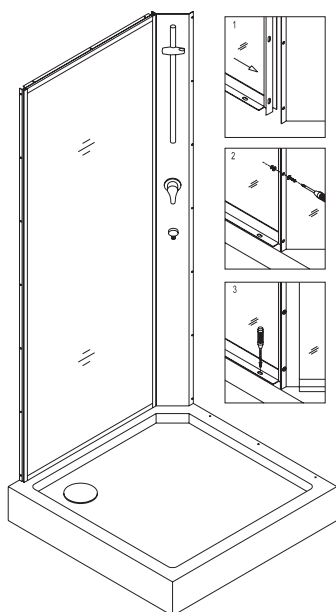

Рис. 3
3. Передвиньте душевой поддон **(14)**, возьмите функциональную угловую панель **(01)**, одну из боковых стеклянных панелей **(02)** и расположите их сверху душевого поддона. Постарайтесь установить боковую стеклянную панель так, чтобы отверстия в ее нижней части совпадали с отверстиями в пороге. Удерживая боковую стеклянную панель **(02)** в заданном положении, прикрепите ее к функциональной угловой панели **(01)** при помощи болта М4×16 **(03)**. Выполнив данные действия, вы сможете зафиксировать собранную стеновую панель на душевом поддоне при помощи самореза ST4.2×30 **(06)**. Рис. 3